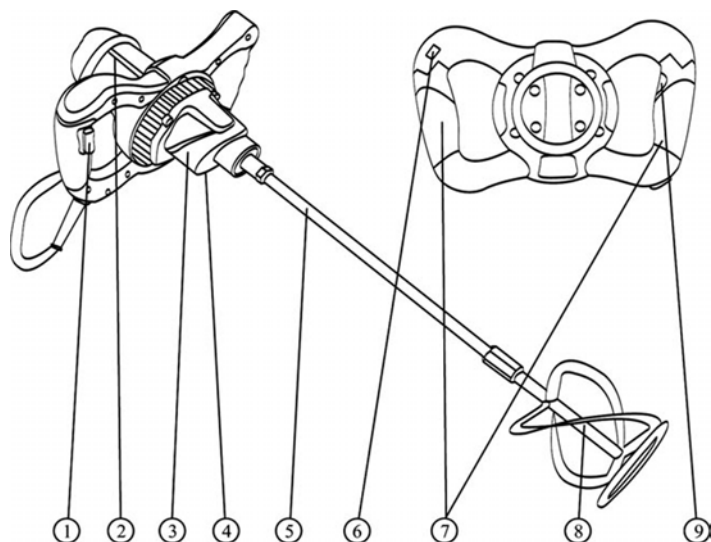

Рис. 1
5. Выключайте изделие только клавишей 1 (рис.1). Не выключайте его, просто вынимая шнур из розетки.